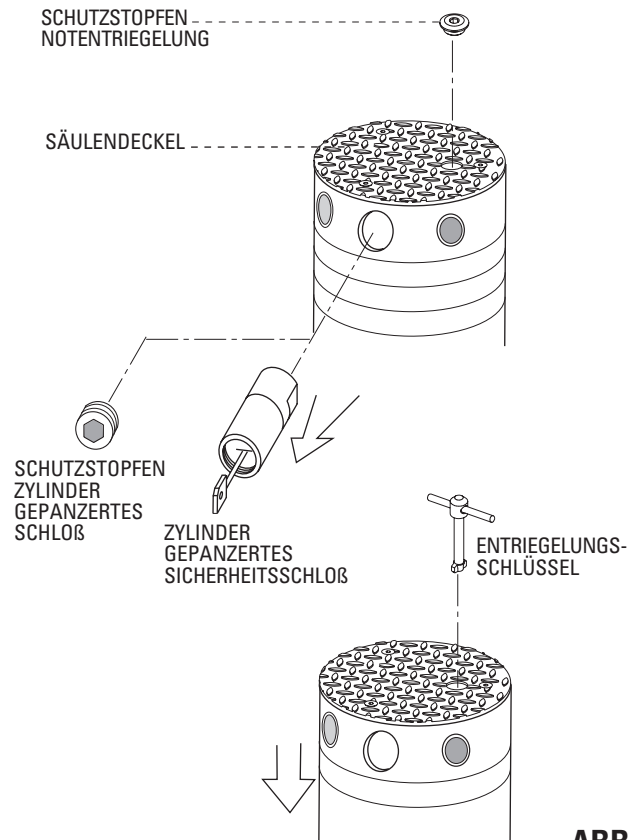

ABB. 5
- 1- Mit Sechskantschlüssel die **Schutzstopfen der Entriegelung** und des **Zylinders des gepanzerten Schlosses** abschrauben (Abb. 5)